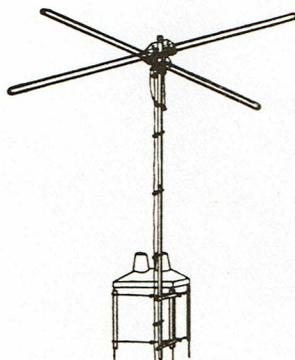

Fig. 10a
- Dipôle en croix (fig. 10a) :